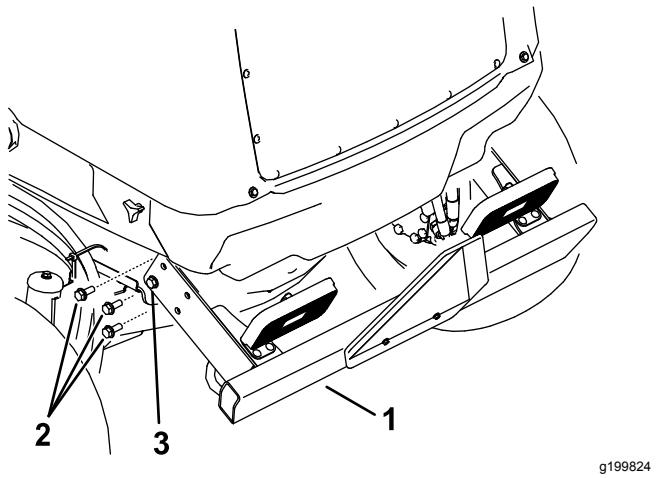

Bild 100
- Entfernen Sie die drei Bundkopfschrauben von jeder Seite der hinteren Stoßstange, wie in Bild 100 abgebildet.
6. Heben Sie die hintere Stoßstange in die richtige Stellung an und setzen Sie die Bundkopfschrauben ein. Ziehen Sie alle Bundkopfschrauben an, mit denen die hintere Stoßstange am Rahmen befestigt ist (Bild 100).